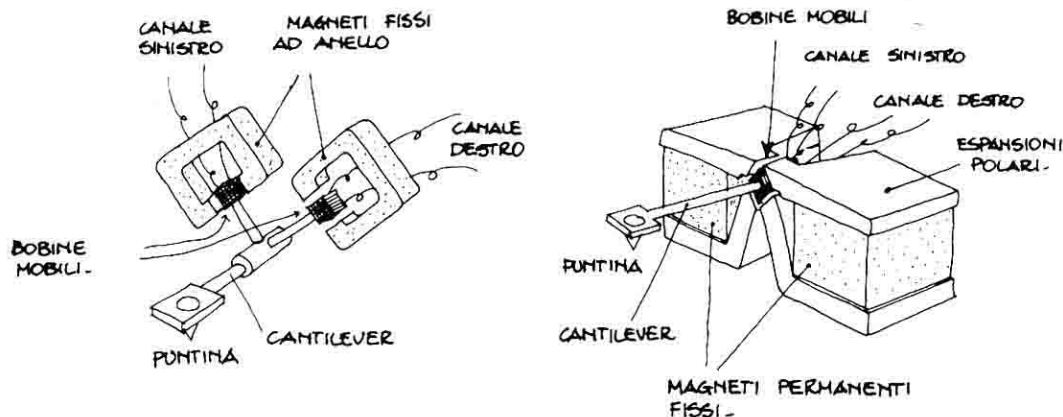

Fig. 18 - Costituzione del pick-up «a bobina mobile».
8) **Pick-up «a bobina mobile», o «moving coil»** (fig. 18). Il fonorivelatore «a bobina mobile» è caratterizzato da due piccole bobine «a V» (a 90° una dall'altra), unite al supporto della puntina. Ciascuna bobina è libera di muoversi nel campo di un magnete permanente fisso: tali spostamenti generano nelle bobine stesse una corrente indotta che viene prelevata ai capi degli avvolgimenti e successivamente amplificata. Il fonorivelatore «a bobina mobile» presenta notevoli difficoltà tecniche di costruzione.